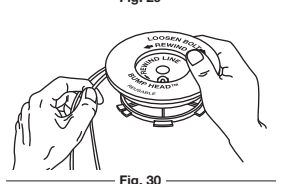

Fig. 30
7. Bobine las líneas en capas parejas y ajustadas sobre el carrete (Fig. 30). Bobine la línea en la dirección indicada en el carrete interior. Coloque su dedo índice entre las dos líneas para evitar que se superpongan. No superponga los extremos de la línea. Proceda al paso 11.